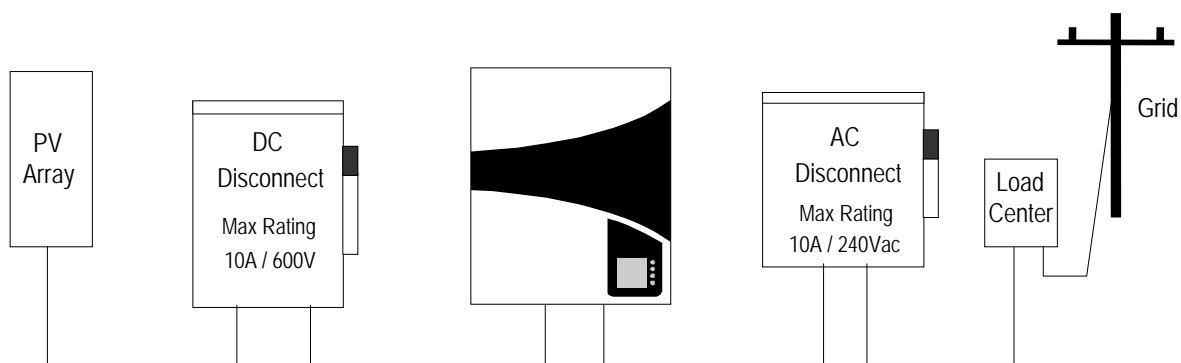

Abb. 8 Allgemeines Stromanschlussschema
**HINWEIS:** In Übereinstimmung mit dem typischen Montageschema (siehe Abb. 8) muss jedes Modulfeld an einen DC-Trenner geschlossen werden. Auch am AC-Ausgangszweig muss zwischen dem AURORA und dem Verteilernetz ein mit Sicherungen ausgestatteter Trenner oder ein Schutzschalter installiert werden. Der Einsatz von Sicherungen ist im Fall einer Montage eines zugelassenen Schutzschalters nicht obligatorisch. Die Eigenschaften der Trennvorrichtung oder des Schutzschalters sind 10 A / 240 V.